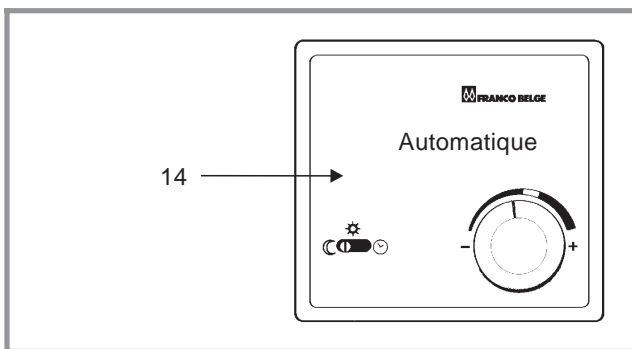

Fig. 5
**14 Thermostat d'ambiance** à 2 contacts (commande le brûleur et le circulateur chauffage) (fig. 5).